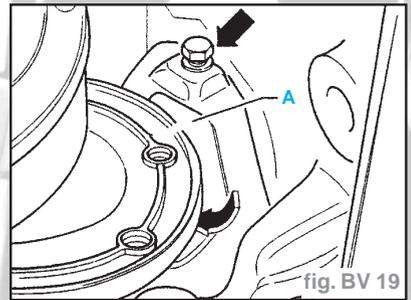

fig. BV 19
- Le cas échéant, poser la petite plaque de protection (**A**) derrière le flasque d'articulation droit (flèches) s'il y en a un (fig. BV 19).